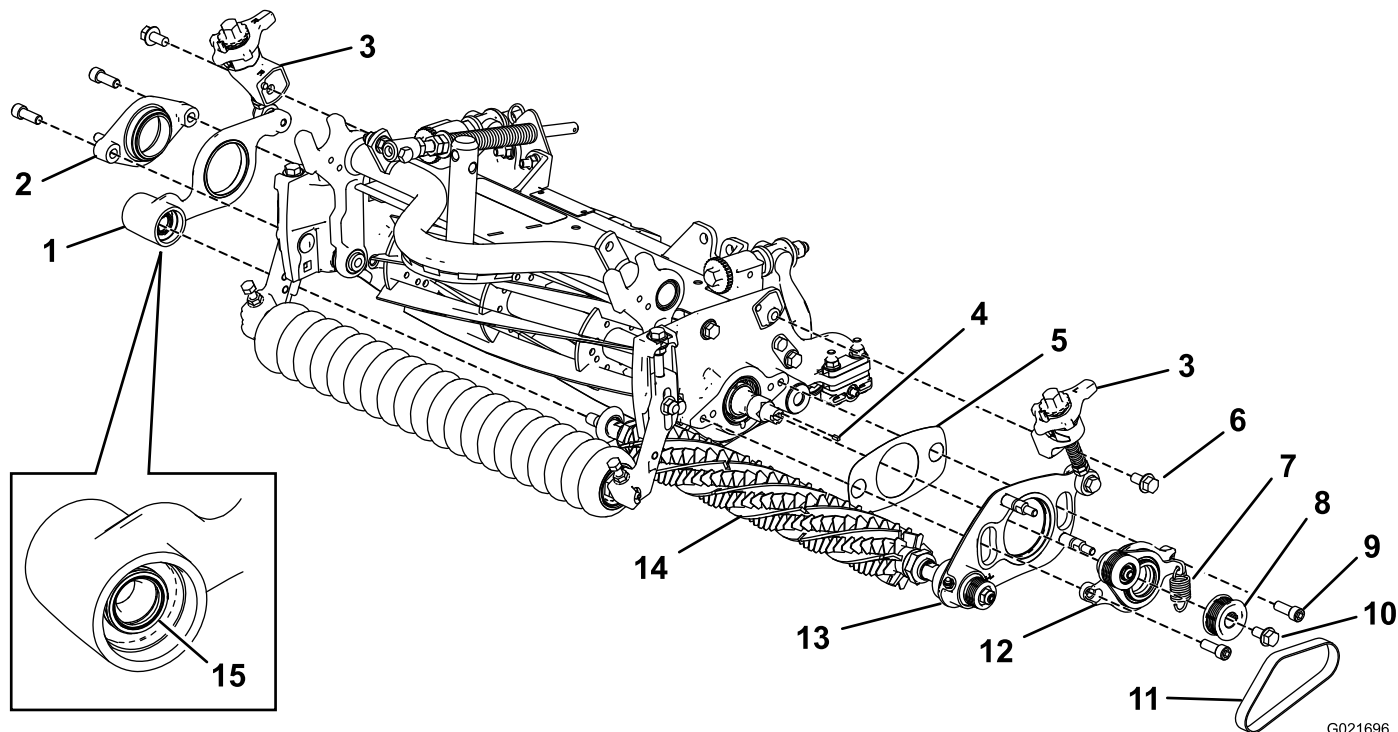

Figura 10
20. Dal lato opposto al comando del gruppo grooming, togliete la piastra grooming con la leva rapida dal gruppo albero grooming (Figura 10).
21. **Sul lato di azionamento dell'apparato di taglio,** montate il mozzo del perno, la piastra grooming lato azionamento con leva rapida e lo spessore sulla piastra laterale dell'apparato di taglio con 2 viti a esagono incassato (3/8 x 1 poll.); fate riferimento a (Figura 10). Applicate Loctite 242 (blu) ai filetti della vite prima dell'installazione.
22. Sull'albero grooming montate la piastra grooming lato opposto comando (Figura 10). Attenzione a non lasciare cadere la molla di tenuta.
23. Fissate il mozzo del perno opposto al comando alla piastra laterale dell'apparato di taglio con 2 viti a esagono incassato (3/8 x 1 poll.); fate riferimento a (Figura 10). Applicate Loctite 242 (blu) ai filetti della vite prima dell'installazione.
25. Montate i gruppi leva rapida sulle piastre laterali con 2 bulloni a testa flangiata (3/8 x 3/4 poll.); fate riferimento a (Figura 10).
26. Applicate il composto anti-grippaggio alla scanalatura sagomata della puleggia motrice, inserite la chiave quadrata nella scanalatura sagomata e fate scorrere puleggia motrice e chiave sull'albero di trasmissione (Figura 10).
27. Applicate Loctite 242 (blu) alle filettature della vite del bullone a testa flangiata (3/8 x 3/4 poll.), avvitate all'estremità dell'albero di trasmissione e serrate a 37-45 Nm, fissando la puleggia motrice (Figura 10).
28. Montate la cinghia grooming sulle pulegge (Figura 10). Su ciascuna puleggia, verificate che le nervature della cinghia siano inserite correttamente nelle gole della puleggia.